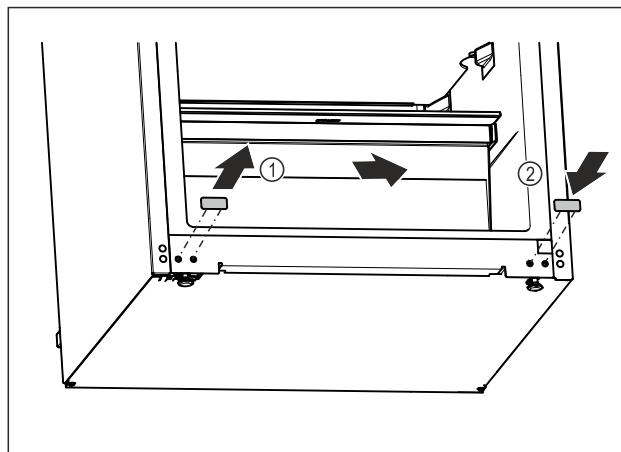

Fig. 12
- Dra ut täckplugg. Fig. 12 (1)
- Sätt in täckplugg på motsatta sidan. Fig. 12 (2)